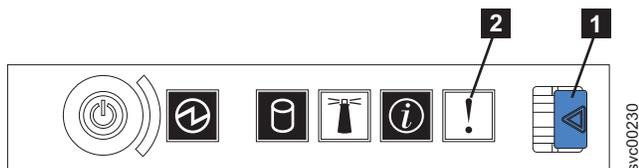

図 98. SAN ボリューム・コントローラー 2145-8G4 オペレーター情報パネル
1. SAN ボリューム・コントローラー 2145-8G4 オペレーター情報パネル 上のエラー LED (図 98 を参照) が点灯または明滅していますか?